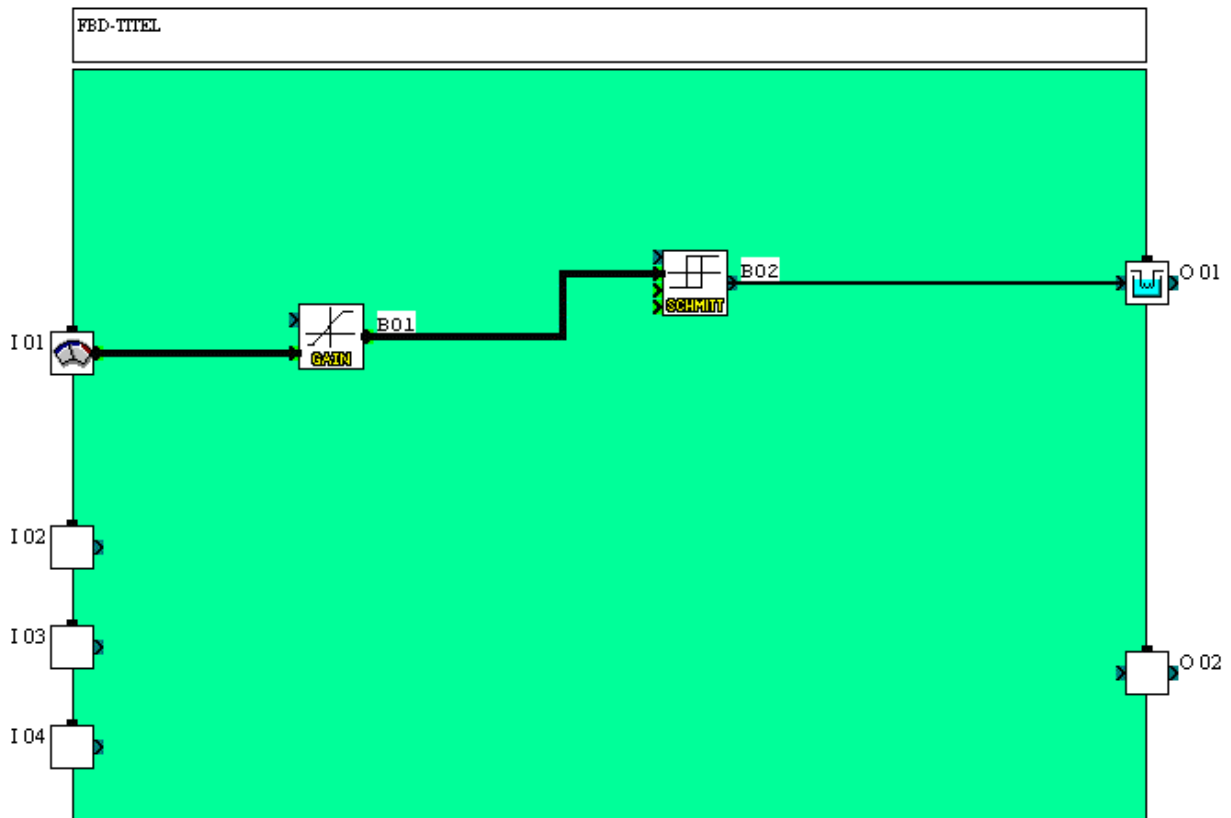

Abb. 1.58
→ Entsprechend Abb. 1.58 die Funktionsblöcke **Gain** und **Schmitt-Trigger** aus der Werkzeugpalette **FUNC** setzen.
2. Den Ausgang des **Gain**-Blocks mit dem ersten Eingang des **Trigger**-Blocks verbinden (Abb. 1.58).